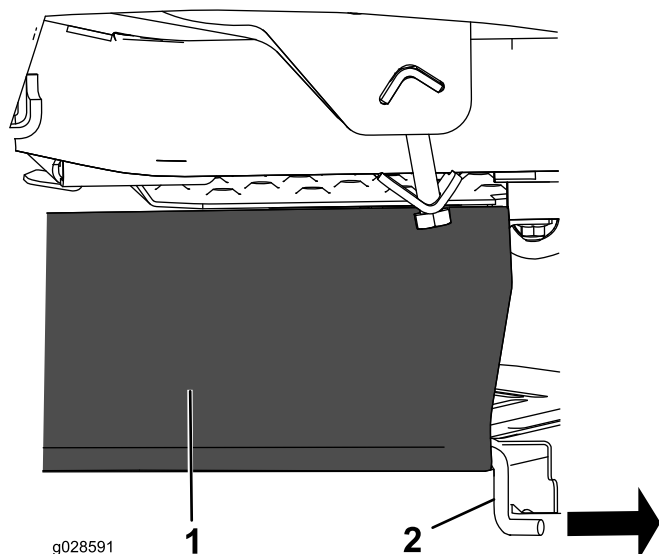

Figure 13
- Glissez la tringle de support existante hors du rideau du plateau de coupe (Figure 13) ; conservez-la, elle vous servira si vous utilisez la machine sans le système de ramassage.